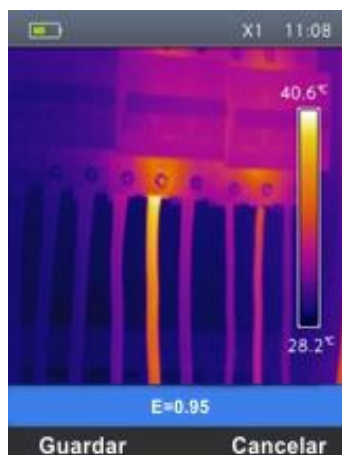

Fig. 29: Guardado imagen en pantalla
3. Pulse la tecla **T** (Trigger) para fijar la imagen presente en pantalla (vea Fig. 29)